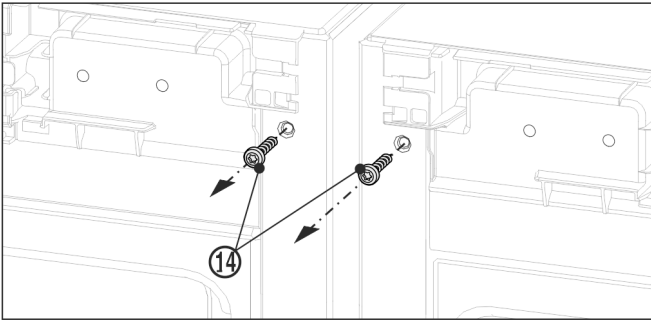

Fig. 11
- Kierrä molemmat maadoitusruuvit Fig. 11 (14) irti ennen ylemmän kulman asennusta.